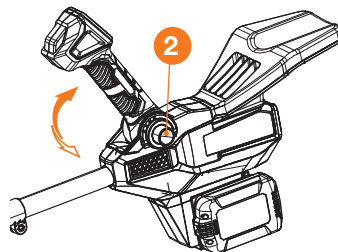

Рис. 7
- Для изменения угла наклона рукоятки, нажмите кнопку фиксатора **2** и установите рукоятку в необходимое положение, после чего отпустите кнопку фиксатора (Рис. 7).